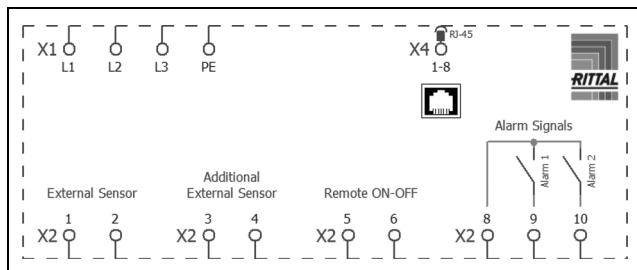

Imagen 32: Esquema de conexiones
- Utilice el conector de red de la bolsa de accesorios y realice la alimentación a red según el esquema de conexión correspondiente (imagen 32).